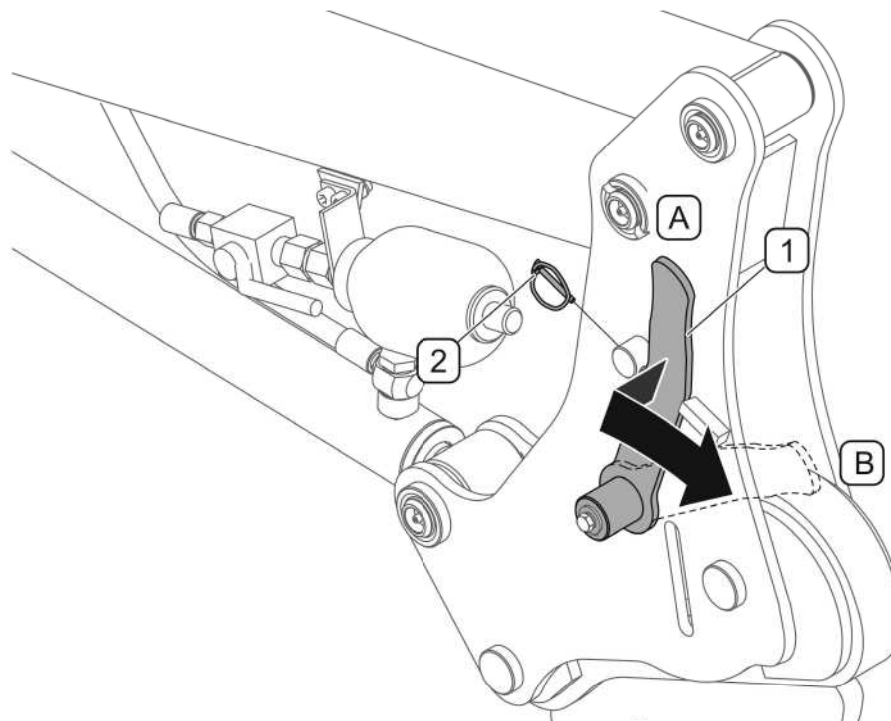

РИСУНОК 4.29 А Отсоединение стрелы от несущей рамы
извлечь страховочную чеку (2), (РИСУНОК 4.29 А);